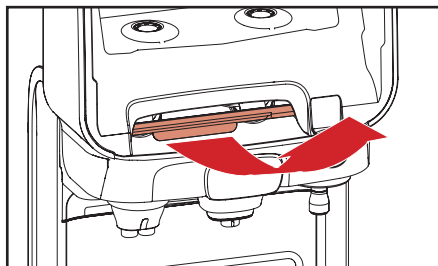

Abb. 5.5 – Roten Entriegelungshebel ziehen
3. Ziehen Sie an dem roten Riegel, um den Auslassschacht (Abb. 5.5) zu öffnen.
- a. Ziehen Sie den roten Entriegelungshebel, um das Ausgabefach zu öffnen (Abb. 5.5).